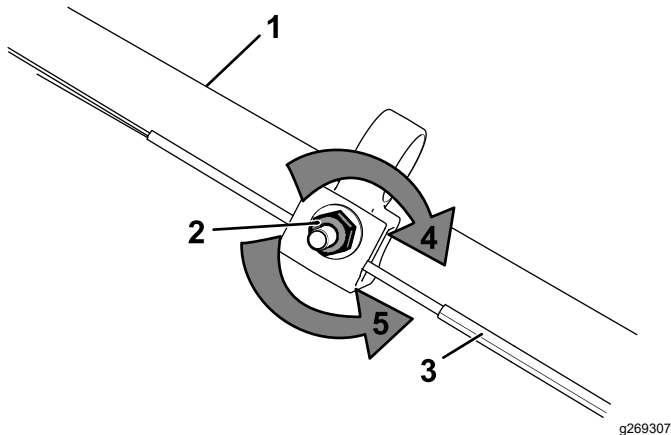

Bild 28
1. Drehen Sie die Einstellmutter nach links, um die Seileinstellung zu lösen (Bild 28).
2. Stellen Sie die Spannung des Seils (Bild 28) ein, indem Sie ihn zurückziehen oder nach vorne drücken und dann in dieser Stellung arretieren.